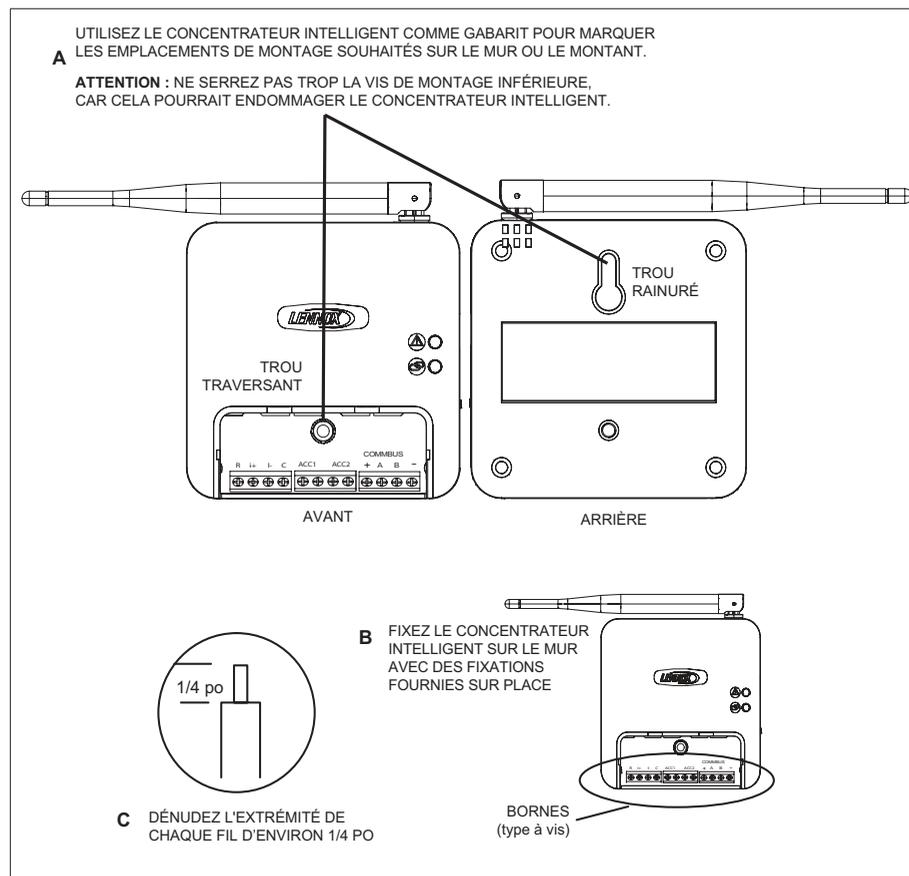

Figure 17. Installation du concentrateur intelligent
2. Suivez la procédure décrite à la « Figure 17. Installation du concentrateur intelligent » à la page 17 pour installer le concentrateur intelligent.